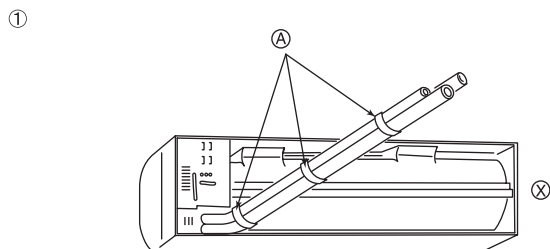
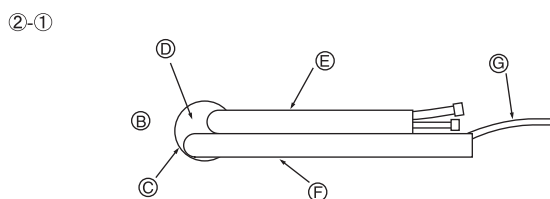

Fig. 3-4
Fig. 3-5
- ① Pijpen aan de achter-, rechter- en onderkant (Fig. 3-4)
- ② Pijpen links en linksachter
- ②-① Als u de pijpen linksachter wilt installeren: neem de pijpen uit het gat, zodat u de juiste lengte kunt bepalen, en bind ze samen. Het binnenapparaat moet aan de muurbevestigingsmal hangen. (Fig. 3-5)